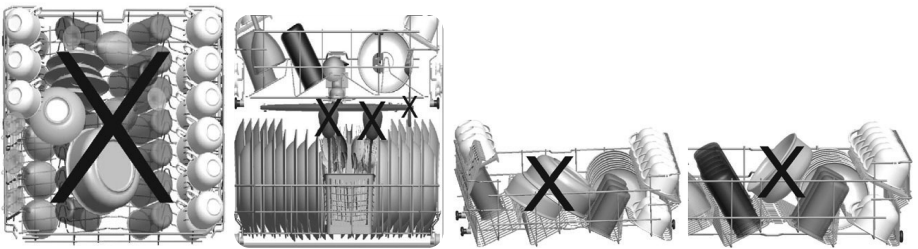

Abb. 29
- ▶ Falsche Beladung kann zu schlechter Spül- und Trockenleistung führen (siehe Beispiele Abb. 29). Beachten Sie für gute Spülergebnisse die Empfehlungen des Herstellers.